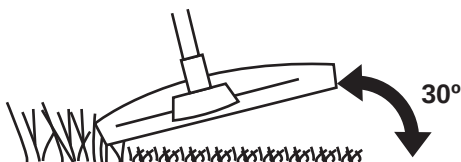

Fig. 25
- > Tenez la tête de coupe juste au-dessus du sol, à un angle d'environ 30° (Fig. 25).